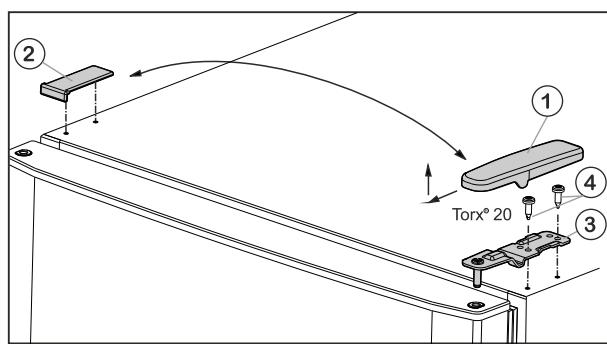

Fig. 5
- ▶ Відведіть кришку Fig. 5 (1) вперед і вгору.
- ▶ Зніміть кришку Fig. 5 (2).
- ▶ Викрутіть верхній опорний кронштейн Fig. 5 (3) (2 шт. Torx® 20) Fig. 5 (4) і відведіть вгору.
- Встановіть верхні дверцята на середній опорний кронштейн (13).
- Встановіть верхній опорний кронштейн Fig. 5 (3) в дверцята на новий бік шарніра.
- Прикрутіть верхній опорний кронштейн (**з моментом 4 Нм**) гвинтами (2 шт. Torx® 20) Fig. 5 (4). У разі необхідності скористайтеся акумуляторним гвинтокрутом.
- Встановіть і зафіксуйте кришку Fig. 5 (1) з протилежного боку ззовні.
- Також встановіть згори і зафіксуйте кришку Fig. 5 (2) з протилежного боку.